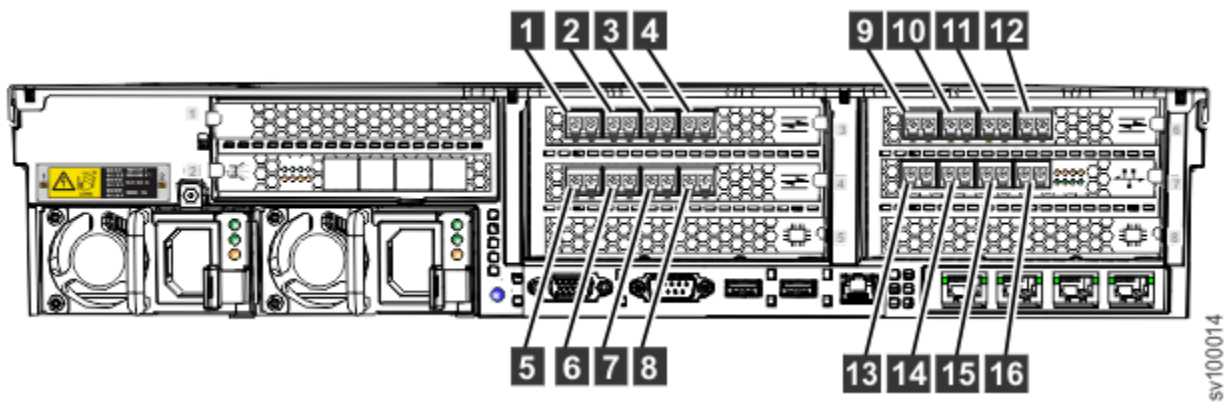

Figura 17. Números de porta Fibre Channel em uma configuração típica
O Figura 17 na página 15 mostra os números de porta de Fibre Channel (FC) física quando o adaptador Ethernet ótico de 10 Gbps é configurado para Fibre Channel por comunicações Ethernet (FCoE).